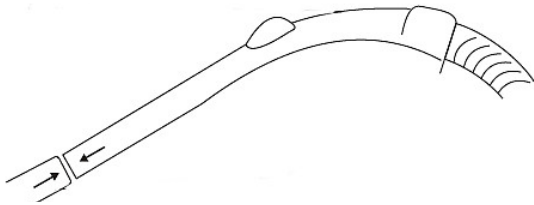

Abb. 8: Montage des Saugrohrs
Schritt 5: Setzen Sie die andere Seite des flexiblen Schlauchs in das Saugrohr (Abb.8). Drehen Sie den Griff dabei um eine feste Verbindung herzustellen.